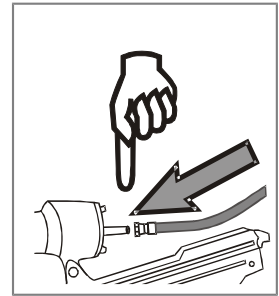

Fig 3
10. ODŁĄCZ NARZĘDZIE OD ŹRÓDŁA ZASILANIA POWIETRZEM (kompresora) PRZED ZAŁADOWANIEM łączników, w celu uniknięcia ich przypadkowego wystrzelenia (zobacz Fig 3.).